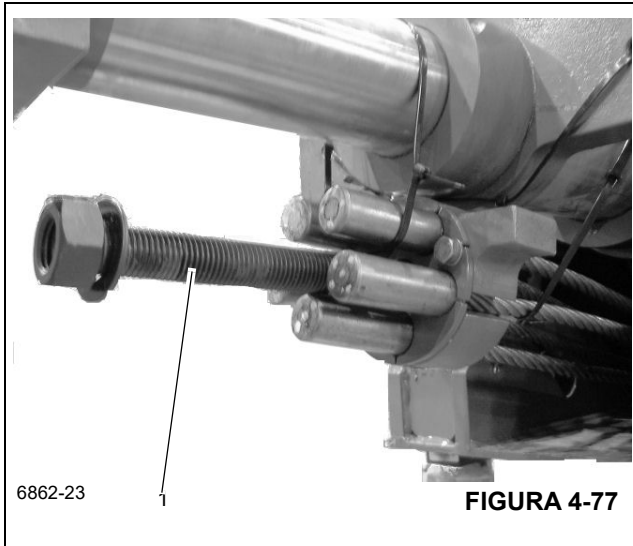

FIGURA 4-77
24. Compruebe que el perno largo (1), (Figura 4-77) de instalación de cables se encuentre instalado en el anclaje de cables de extensión.